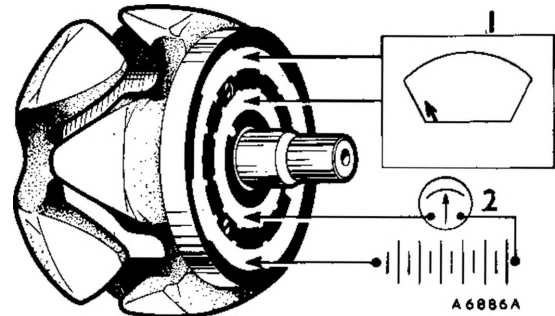

Fig. N.10
- (a) Provare gli avvolgimenti rotorici collegando un ohmetro, o una batteria di 12 volt e un amperometro in serie, tra gli anelli collettori (Fig. N.10). I valori della resistenza e della corrente di campo rilevati dovrebbero essere all'incirca uguali a quelli dati nelle CARATTERISTICHE PRINCIPALI.